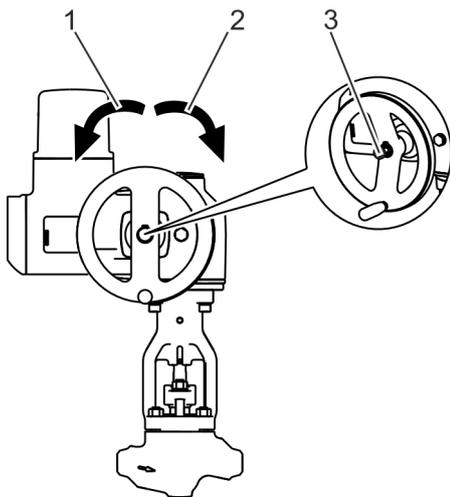

Fig. 20: Entraînement électrique : Actionner le volant en cas d'urgence (représenté : HD 2000)
2. ➤ Accoupler le volant (Fig. 20/3).
- Rotation dans le sens horaire (Fig. 20/2) : Fermer la vanne.
- Rotation dans le sens anti-horaire (Fig. 20/3) : Ouvrir la vanne.